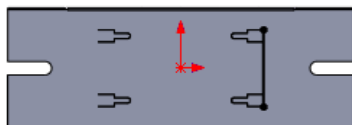
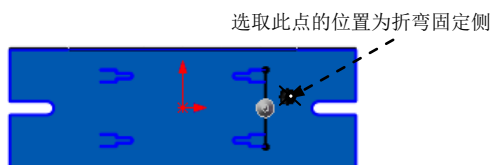
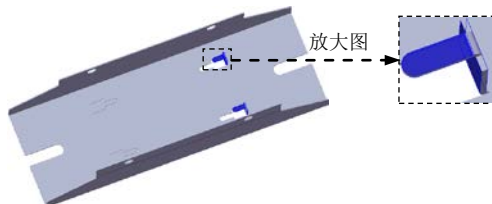

图 11.2.39 绘制的折弯线
图 11.2.40 固定侧的位置
图 11.2.41 绘制的折弯 6
② 定义折弯线草图。在草图环境中绘制图 11.2.39 所示的绘制折弯线。
③ 选择下拉菜单 **插入(I)** → **退出草图** 命令，退出草图环境，此时系统弹出“绘制的折弯”对话框。
(3) 定义折弯固定侧。在图 11.2.40 所示的位置处单击，确定折弯固定侧。
(4) 定义钣金参数属性。在 **折弯参数(P)** 区域的  文本框中输入折弯角度值 90.0，在 **折弯位置:** 区域中单击“折弯在外”按钮 。
(5) 单击  按钮，完成绘制的折弯 5 的创建。
Step16. 创建图 11.2.41 所示的钣金特征——绘制的折弯 6。
(1) 选择命令。选择下拉菜单 **插入(I)** → **钣金(B)** → **绘制的折弯(S)...** 命令 (或单击“钣金”工具栏上的“绘制的折弯”按钮 )。